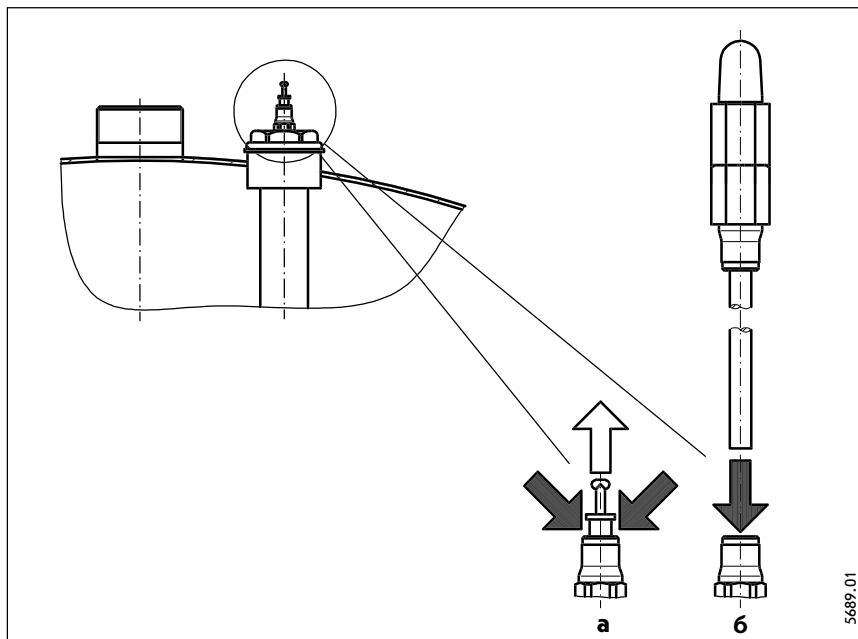

Рис. 6
- Вынуть красную заглушку, одновременно надавливая вниз зажимное кольцо, см. рис. 6 а.
- Открытый конец трубки индикатора вставить до упора, рис. 6 б.